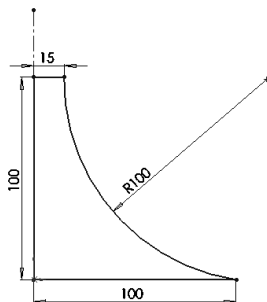

图 4-125 草图尺寸
**02** 绘制草图。在左侧的“FeatureManager 设计树”中用鼠标选择“前视基准面”作为绘制图形的基准面。单击“草图”控制面板中的“中心线”图标，绘制一条通过原点的竖直中心线；单击“草图”控制面板中的“直线”图标和“三点圆弧”图标，绘制草图。结果如图 4-125 所示。